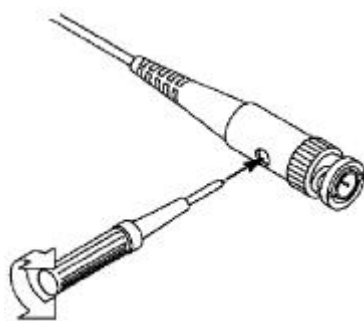

图 3-8：探头调整
- 2、 检查所显示的波形，调节探头，直到补偿正确。见图 3-7，图 3-8。